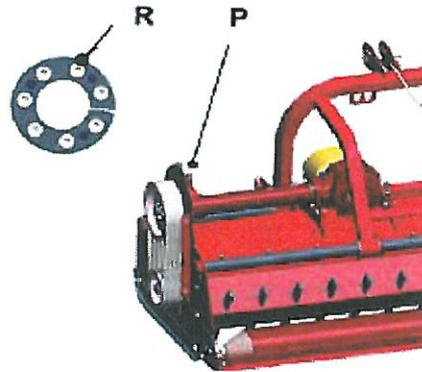

Bild 24: Ansicht von hinten
- Lösen Sie den Riemenspanner (Bild 24 Pos P).
- Für die Entfernung der Spannbuchsen (Bild 24 Pos. R) an der oberen Riemenscheibe lösen Sie 7 Imbus Schrauben. Einschrauben Sie 3 Schrauben in freie Gewindelöcher, damit sich die Buchse lösen wird.